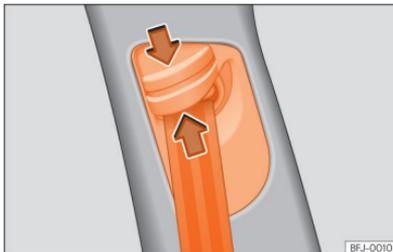

Fig. 29 Junto aos bancos dianteiros: regulador da altura do cinto.
- Mantenha pressionado o dispositivo-guia no sentido da seta »» Fig. 29.